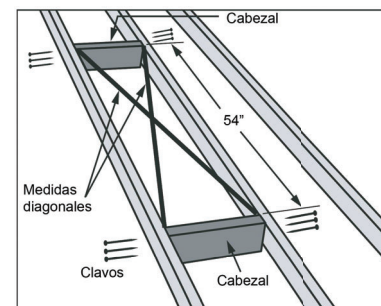

Figura 25
Haga una abertura en el techo aproximadamente del tamaño requerido en la Tabla 3, asegúrese que las dimensiones de las diagonales del marco sean iguales a como se muestran en la Figura 25.
### A. Para la abertura sin necesidad de remover vigas del techo. Ver Figura 25.
- Localice los cabezales en la parte delantera y trasera de la abertura a como se muestra en la Figura 25.